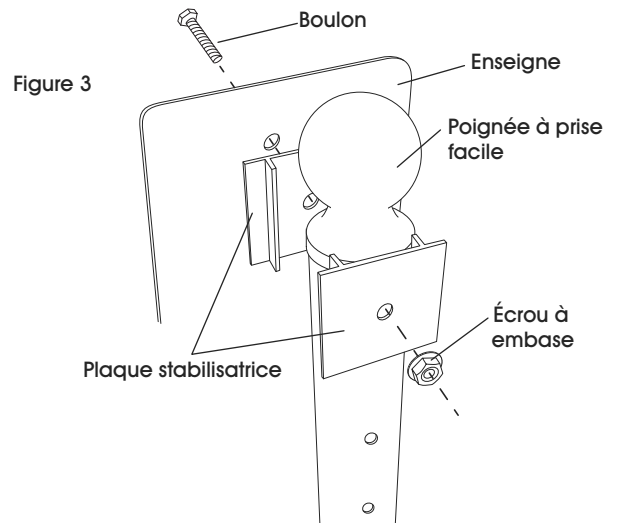

Figure 3
5. Insérez partiellement la poignée à prise facile dans la partie supérieure du cadre. (Voir Figure 3) Pour la plupart des enseignes il est demandé d'insérer les poignées complètement.
6. Fixez le haut de l'enseigne au trou supérieur du poteau pour enseigne à l'aide du matériel fourni. Assurez-vous de placer la plaque stabilisatrice entre l'arrière de l'enseigne et le poteau, avec le côté plat orienté vers l'enseigne et les glissières se prolongeant le long du poteau. (Voir Figure 3)